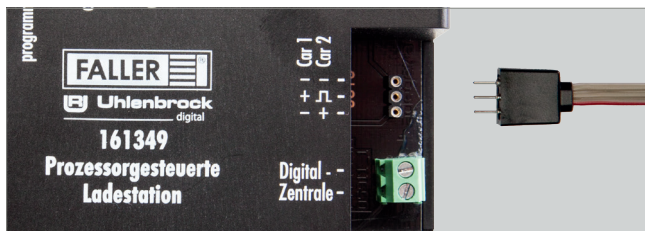

Abb. 4: Ladekabel an Ladestation anschließen
- ▶ Stecken Sie den Stecker an einem Ende des Ladekabels in die Buchse an der Ladestation, siehe Abb. 4.